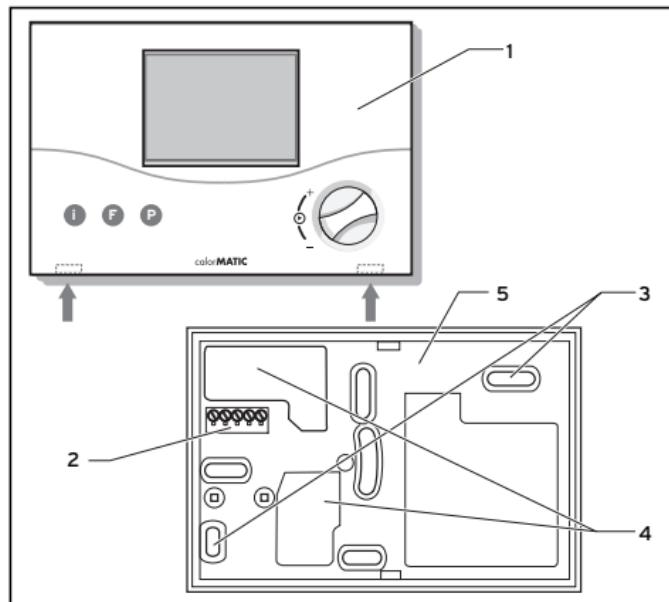

Fig. 9.1 Montaggio della centralina di regolazione della temperatura ambiente
- Praticare due fori di fissaggio (**3**) con diametro di 6 mm (come illustrato alla Fig. 9.1) ed inserire i tasselli in dotazione.